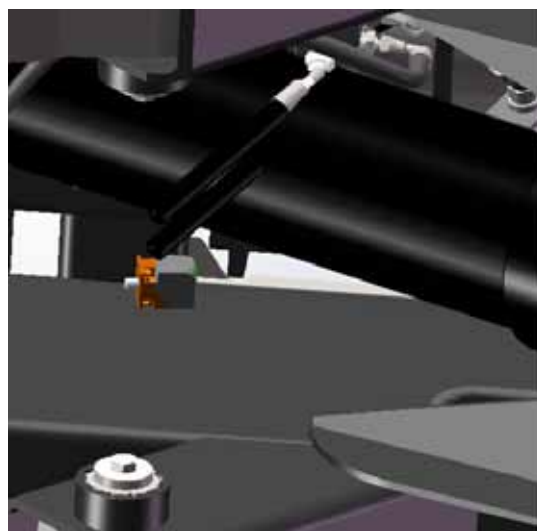

Fig1 Placering induktions givare (vy under vagnen)
- Kontrollera induktions givare (se fig.1)
- 4) Öppna kranarna för höjdregering av vagnens axlar (fig 1)
- 14) Stäng kranarna för höjdregering av axlarna på vagnen (fig 1).
- 2) Öppna kranarna för höjdregering av vagnens axlar (fig 1).
- 2) Öppna kranarna för att höjdreglera axlarna på vagnen (fig 1)
- 2) Öppna kranar för att höjdreglera axlar vagn (fig 1)
- 10) Stäng kranarna för höjdreglering av vagnens axlar (fig 1).